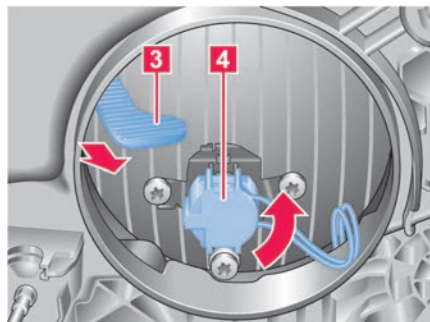

Abb. 164 Im Frontscheinwerfer: Lampenhalter für Stand- und Abblendlicht.
1. Standlicht: Lampenhalter mit der Glühlampe nach hinten herausziehen → **Abb. 164 3**.
Abblendlicht: Lampenhalter bis zum Anschlag entgegen dem Uhrzeigersinn drehen und mit der Glühlampe nach hinten herausziehen → **Abb. 164 4**.
3. Standlicht: Lampenhalter mit der Glühlampe in den Scheinwerfer einsetzen → **Abb. 164 3**.
- Abblendlicht: Lampenhalter in den Scheinwerfer einsetzen und im Uhrzeigersinn bis zum Anschlag drehen → **Abb. 164 4**.